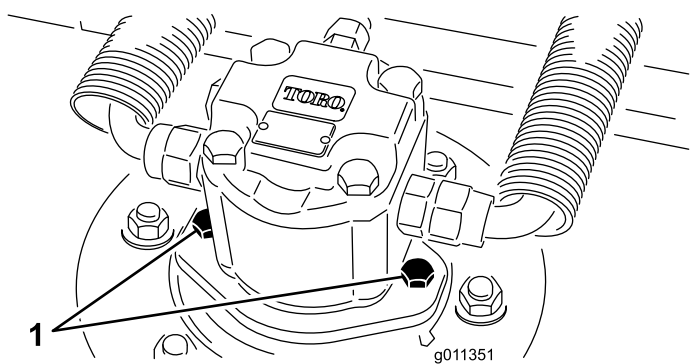

Figure 80
2. Débranchez et déposez le moteur hydraulique de l'unité de coupe (Figure 80). Couvrez le dessus de l'axe pour éviter toute contamination.
3. Montez le moteur hydraulique sur l'unité de coupe (Figure 80). Vérifiez que le joint torique est en place et en bon état.